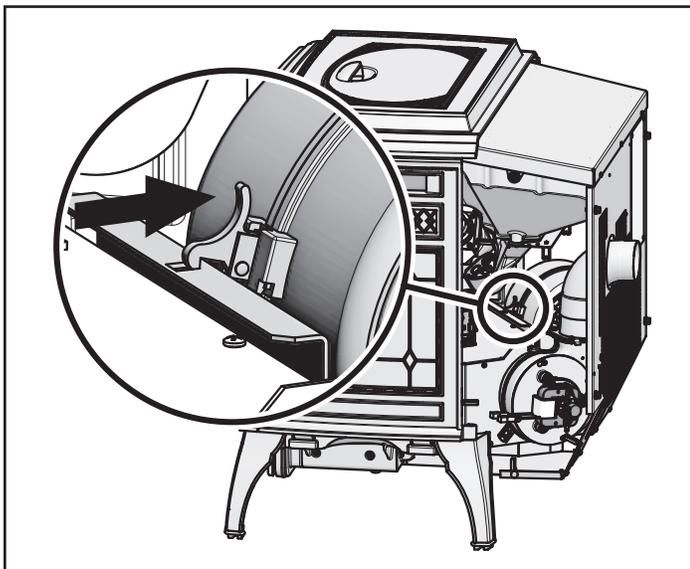

Figure 22.1
2. Retirez le panneau gauche en desserrant les deux vis, grâce à une clé ou à un tournevis à tête cruciforme (**Figure 22.1**).
5. Passez votre main derrière le ventilateur et dégagez le loquet en poussant le haut du loquet vers le ventilateur (**Figure 22.1**).
8. Lorsque le ventilateur est bien placé, le loquet s'emboîtera dans l'encoche pour maintenir le ventilateur en place (**Figure 22.1**).